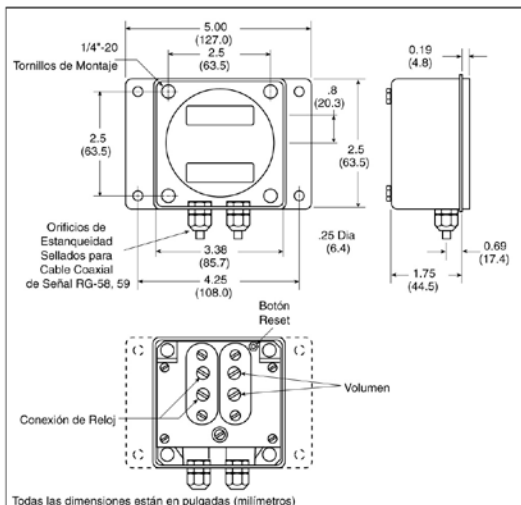

Figura 2 – Montaje del Indicador Remoto
Paso 1 – Seleccione una ubicación para montar el Indicador Remoto. Él podrá ser montado cerca del Módulo para Cambio de Aceite o en un tabique y podrá estar ubicado hasta 200 pies (61 m) distante del Módulo para Cambio de Aceite (vea Figura 2).